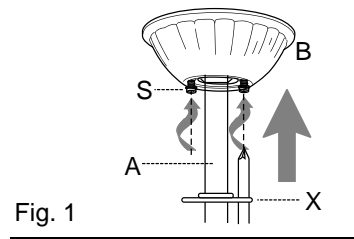

Fig. 1
1. Localice los dos tornillos para montaje de la cubierta (S) en la parte inferior del soporte de montaje (C) y quite el tornillo (S) que está localizado más cerca del extremo abierto del soporte de montaje (C). Afloje parcialmente el otro tornillo (S). Eleve la cubierta (B) hasta el soporte de montaje (C). Ponga la parte redondeada del agujero con ranura en la cubierta (B) encima del tornillo (S) aflojado en el soporte de montaje (C) y empuje hacia arriba. Gire la cubierta (B) para cerrarla. Vuelva a introducir el tornillo (S) que se quitó, y luego apriete bien ambos tornillos (S). Suba la decoración para la cubierta (X) hasta la cubierta (B), alineando la parte redondeada de los agujeros con ranura en la decoración para la cubierta (X) con las cabezas de tornillo en el fondo de la cubierta (B). Gire la decoración para la cubierta (X) a la derecha (en el sentido de las agujas del reloj) hasta que ya no gire. [Fig. 1]